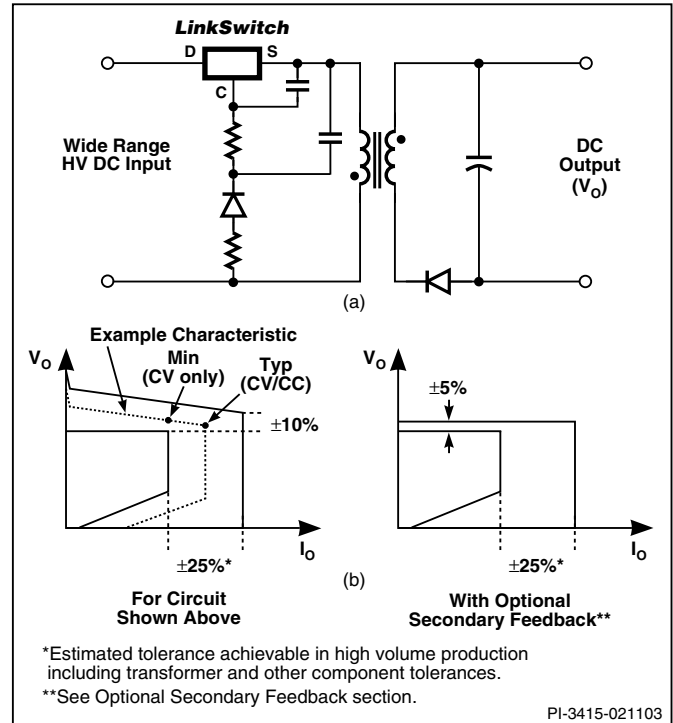

图1. 典型应用 — 并非简化的电路(a)及输出特性容差范围(b)
2. 参见图1(b)，最小值（恒压设计）和典型值（恒压 / 恒流充电器设计）分别对应图中输出特性曲线上标注的功率点。